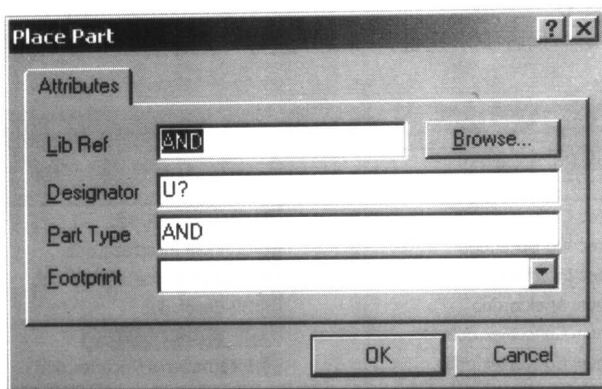

图 1-8 输入元件的编号及属性
(1) 通过输入元件编号来选取元件。这一做法是通过菜单命令 Place/Part 或直接点击电路绘制工具栏上的  按钮, 打开如图 1-8 所示的“Place Part”对话框, 然后在该对话框中输入元件的名称及属性, 参见图 1-8。